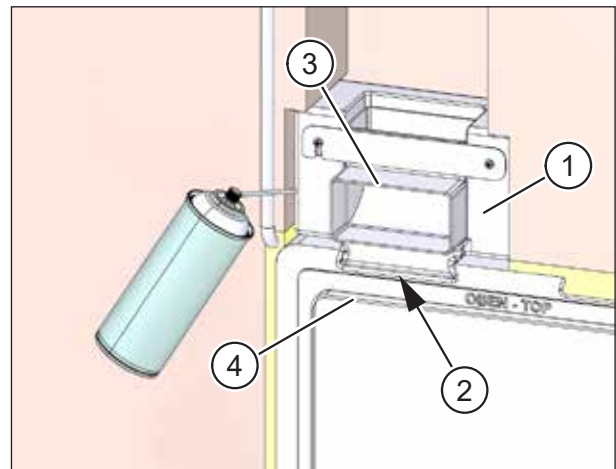

Abb. 25: Kanalanschlussadapter einsetzen und einschäumen
- ▶ Setzen Sie den Kanalanschlussadapter (Pos. 1 in Abb. 25) in die Führung (Pos. 2 in Abb. 25) an der Oberseite des Mauerkastens ein (gemäß Planungsunterlagen abluftseitig, zuluftseitig oder beidseitig).
- ▶ Schieben Sie den Kanalanschlussadapter soweit ein, dass der Flachkanal-Winkel (Pos. 3 in Abb. 25) bündig mit dem Putzrahmen (Pos. 4 in Abb. 25) abschließt.